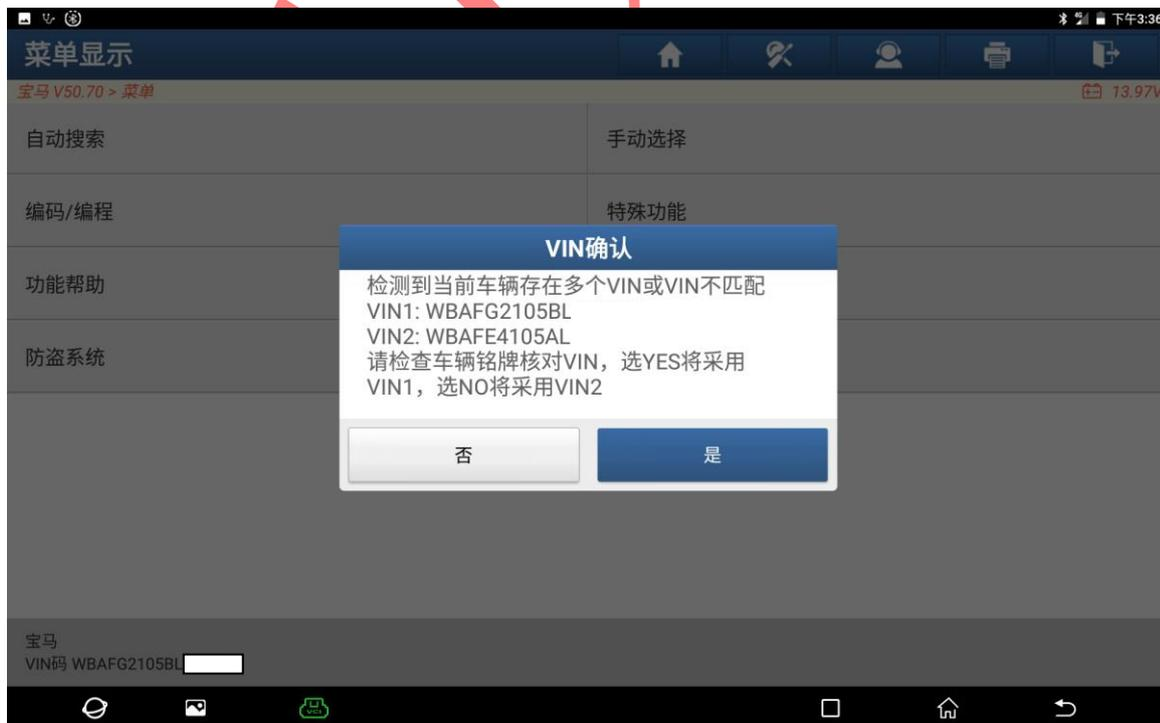

图 2
2. 因为更换的是二手模块，所以会识别到两个 VIN，确认该车 VIN 无误后选择“是”或“否”，进入如图 2: